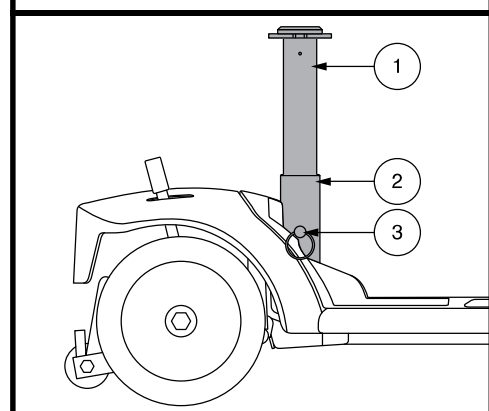

Figura 26. Regolazione dell'altezza del sedile
È possibile posizionare il sedile ad altezze differenti. Vedere figura 26.
2. Rimuovere il montante della sella dal Travel Scooter staccando il perno di fermo dalla parte inferiore del reggisella, poi sollevare il montante ed estrarlo dal Travel Scooter. **Vedere figura 26.**